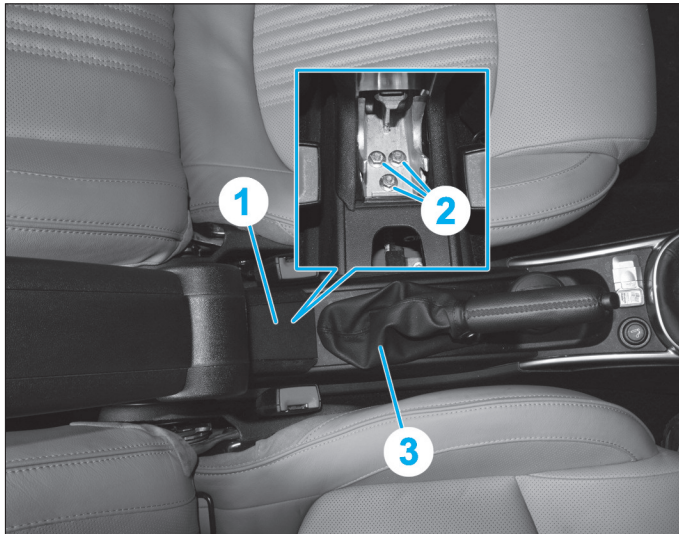
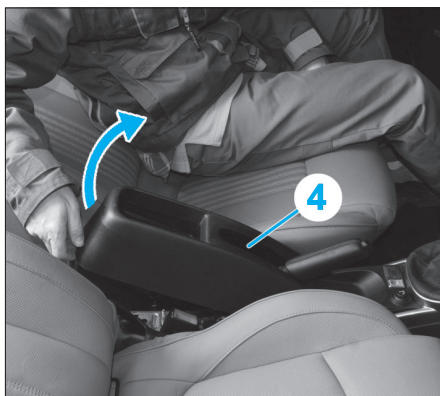
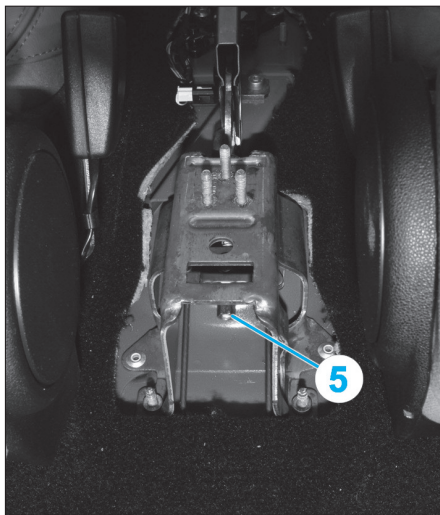

Fig. 20
Fig. 21
Fig. 22
- Si le véhicule est équipé d'un accoudoir central (Fig.20) :
- dégraffer la trappe (1),
- déposer les trois écrous (2),
- Dégraffer le soufflet (3) du levier de frein à main.
- Dégraffer la garniture supérieure (4) de console centrale de plancher (Fig.21).
- Débrancher le ou les connecteurs de la garniture supérieure (4).
- Desserrer le contre-écrou (5) de réglage du frein de stationnement (Fig.22) jusqu'à pouvoir décrocher les câbles gauche et droit situés sous le véhicule.